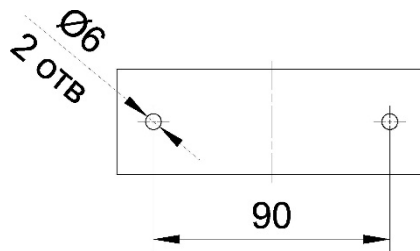
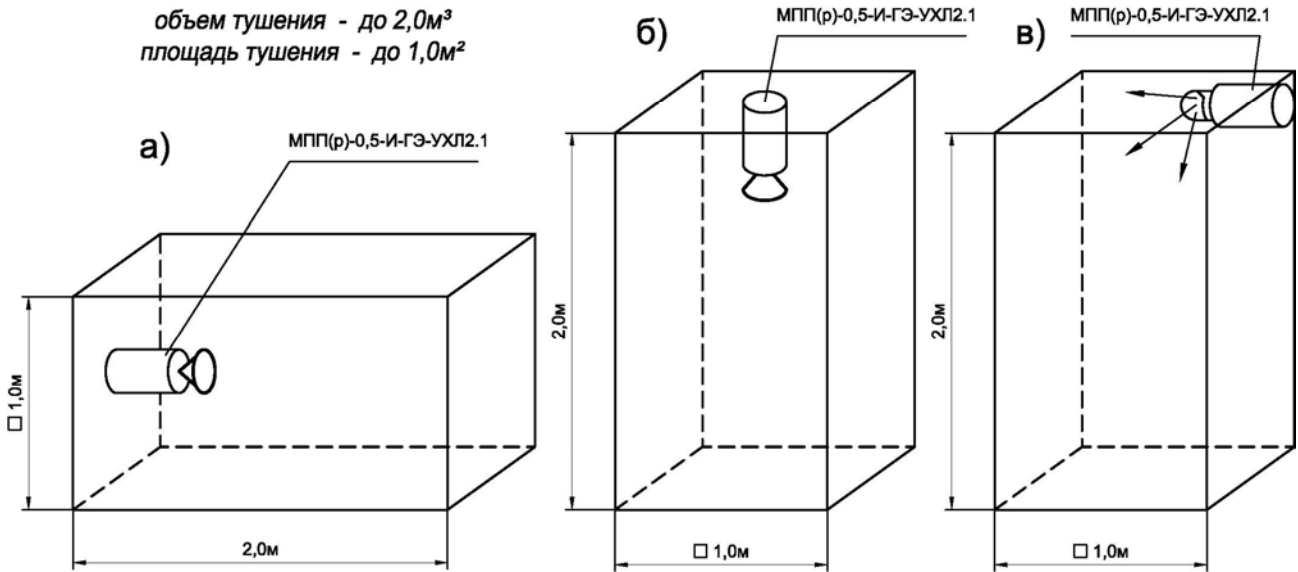

Рисунок 1.2. Расположение отверстий крепления в кронштейне модуля.
Рисунок 3. Размещение модулей в защищаемом пространстве.
- 6.1 Вынуть модуль из упаковки и произвести визуальный осмотр на предмет выявления дефектов корпуса, мембраны, распылителя и целостности пломбовых наклеек. Проверить комплектность. С помощью кронштейна установить модуль в верхней части защищаемого объекта. Расположение отверстий крепления для установки кронштейна модуля см. рис. 1.2. Крепление модуля на объекте может осуществляться с направленностью насадка-распылителя под любым углом. При защите площадей в помещениях модули устанавливаются выпускным насадком вертикально вниз на высоте $2,0 \pm 0,5\text{м}$. При необходимости установки модулей горизонтально (кабельные каналы, лотки и т.п.) модули размещают с шагом 2,0м при условии их размещения в одном направлении подачи огнетушащего порошка или 4,0м при условии встречного направления подачи. Размещение и крепление модулей «БУРАН-0,5(шж4Т)», «БУРАН-0,5(шж4Т)АМР», «БУРАН-0,5(шм4Т-2СТ)» и «БУРАН-0,5(ша5Т-СТ)» в отсеках транспортных средств производить по согласованию с организацией-разработчиком и эксплуатирующей организацией. Схемы размещения модуля в защищаемом пространстве и масштабное изображение области, в которой достигаются условия тушения, показаны на рис. 3.